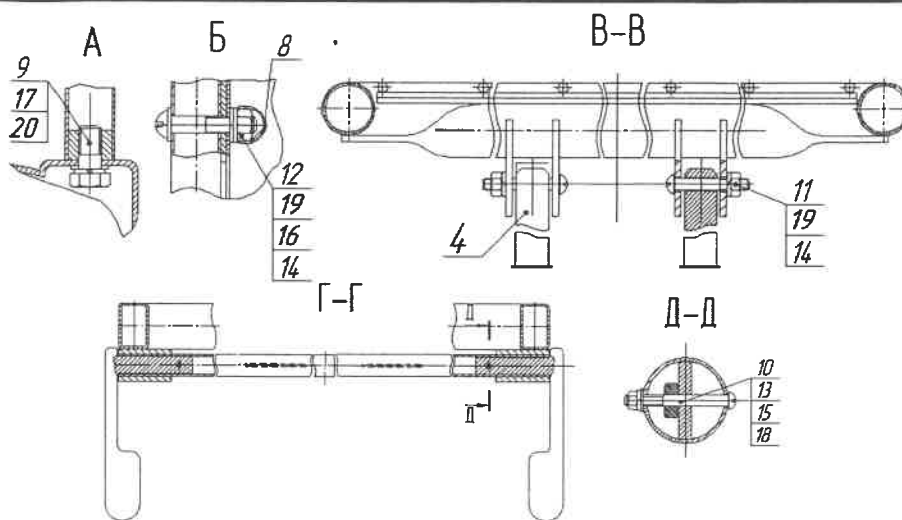

Рисунок 3.2
4.2 При комплектации колесными опорами на ножки каждой спинки поз. 1 установите колесные опоры поз. 2 и поз.7 с помощью болтов поз. 9 и шайб поз. 17 и поз. 20. (см. А, рисунок 3.2).
4.3 Раму поз. 3 и спинки поз. 1 соедините между собой при помощи винтов поз.12, гаек поз. 14 и шайб поз. 16 и 19 (см. Б, рисунок 3.2).
- затвор поз. 6 вставьте во втулки на раме поз. 3. Установите ручки в сборе поз. 4 в затвор поз. 6 с двух сторон и закрепите винтами поз. 10, шайбами поз. 15 и 18, гайками поз. 13 (см. Г-Г и Д-Д рисунок 3.2),
- стойки поз. 5 проденьте в ушки на затворе поз. 6 и закрепите на перемычке в подголовнике с помощью винтов поз. 11, шайб поз. 19 и гаек поз. 14 (см. В-В рисунок 3.2).